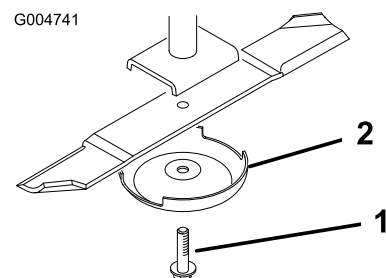

Figura 110
3. Togliete il bullone, la coppa antistrappo e la lama dall'asse del mandrino (Figura 110).